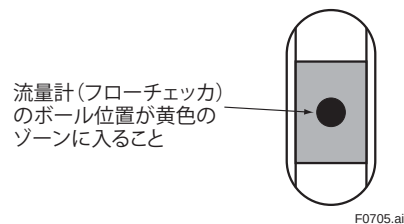
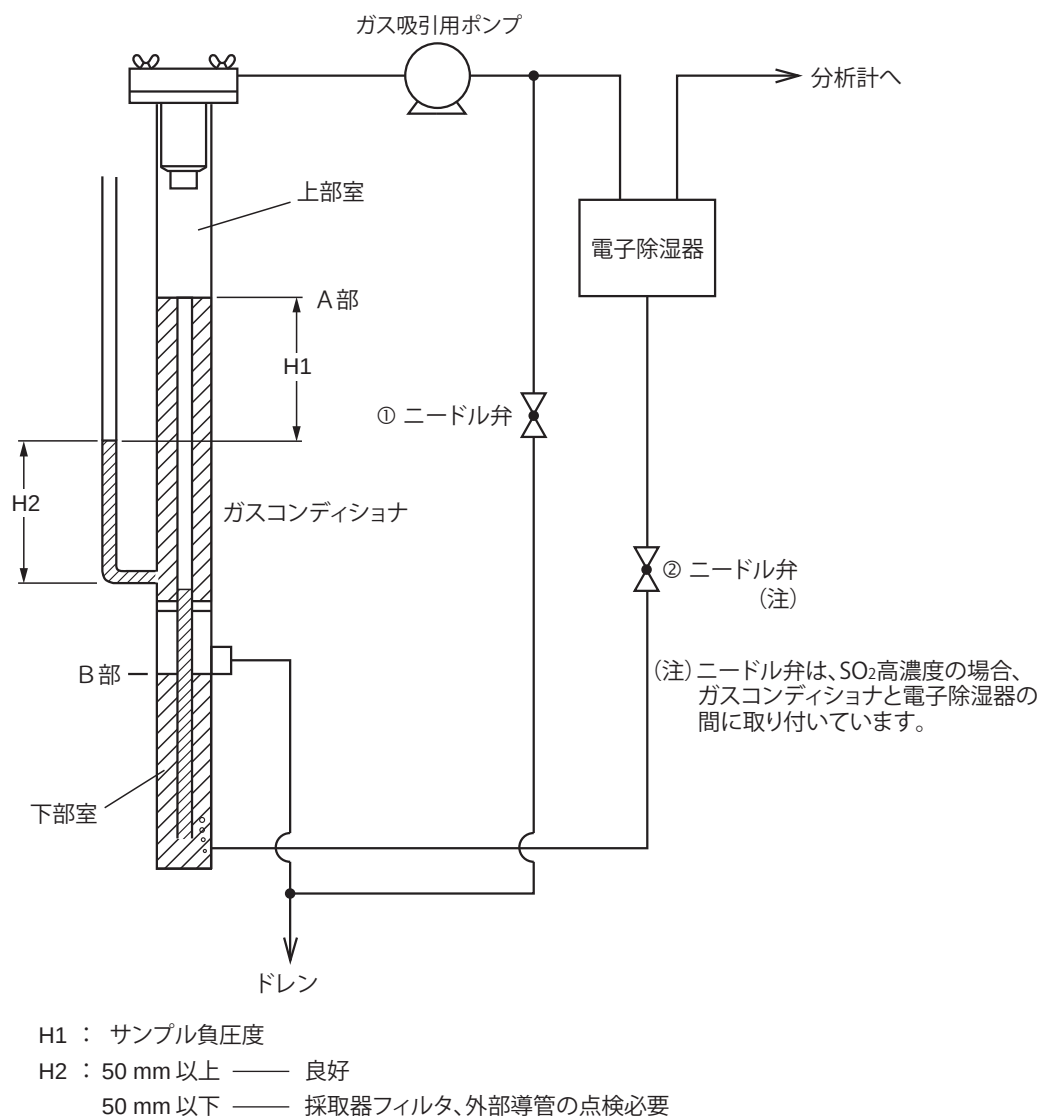

図7.3 ガス流量の確認
図7.5 ガスコンディショナの吸引レベルの確認
- ・ 暖機運転後、ガス吸引用ポンプのスイッチを ON にしたら、流量計（フローチェッカ）のボール位置が中央の黄色ゾーン（ 0.5 ± 0.2 L/min）の中央付近に入っていることを確認してください。入っていない場合はニードル弁 ① で調整してください（図 7.5 を参照）。標準仕様の場合は、ガスコンディショナの下部室からバブリングが発生することはありません。
1. 暖機運転後、ガス吸引用ポンプのスイッチを ON にしたら、②のニードル弁を全閉にします。
2. 次に、①のニードル弁で流量計のボール位置が中央の黄色ゾーン上部にくるように調整します。
3. 次に②のニードル弁で流量計のボール位置が中央の黄色ゾーン（ 0.5 ± 0.2 L/min）の中央付近に入るように調整してください。その後ガスコンディショナの下部室から少量のバブリングが発生していることを確認してください（図 7.5 を参照）。
- ・ 配管に関しては、標準ガスボンベ減圧弁のセット状態など、スタートアップ作業において手を触れた箇所のセット状態を特に入念に点検してください。流量計を見て、試料ガスの流量が適正（図 7.3：流量計（フローチェック）のボール位置が黄色ゾーンの中央付近に入っていること、図 7.5：ガスコンディショナのレベルの確認）であることも確認します。